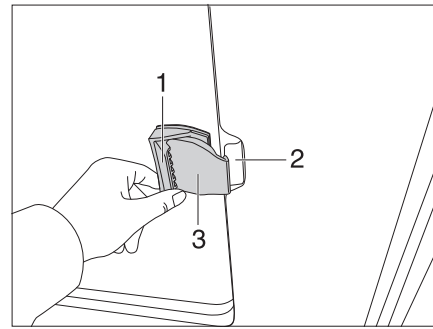

Bild 71 Schiebefenster ohne Verriegelung
- Griffklappe (Bild 71,1) ziehen und Griff gleichzeitig nach vorn schieben oder ziehen.